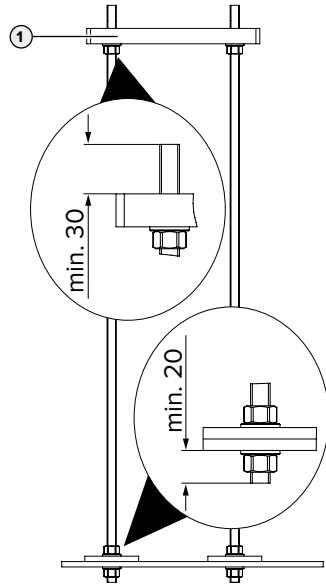

Fig. 2: Plassering av underlagsskivene og mutrene [mm]
- ▶ Fest flattstålene med en mutter og en underlagsskive, samtidig som det tas hensyn til Fig. 2. Forsikre deg om at fundamentfeste-settet er innrettet vannrett.
- ▶ Monter tilhørende fundamentplate (1) (fås som tilbehør) på fundamentfeste-settet, samtidig som det tas hensyn til Fig. 2.